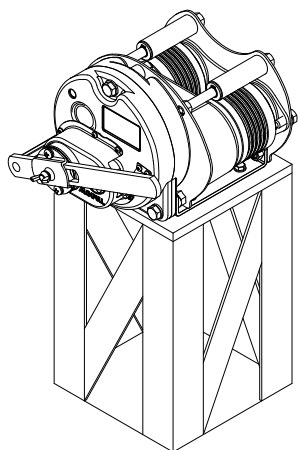

図12 ウインチ正置の場合
- ウインチで荷を宙吊りにしたまま、長時間放置する場合は、図12～14のようにハンドルを裏返しに（グリップをドラム側に）セットしておくことで、誤ってストップアームに触れてしまったり、ブレーキを解除したりしてしまったときでも、ハンドルが回転しないので荷が落下する事故を防ぐことができます（RME型を除く）。この場合もしっかりとハンドル固定つまみをねじ込んでください。